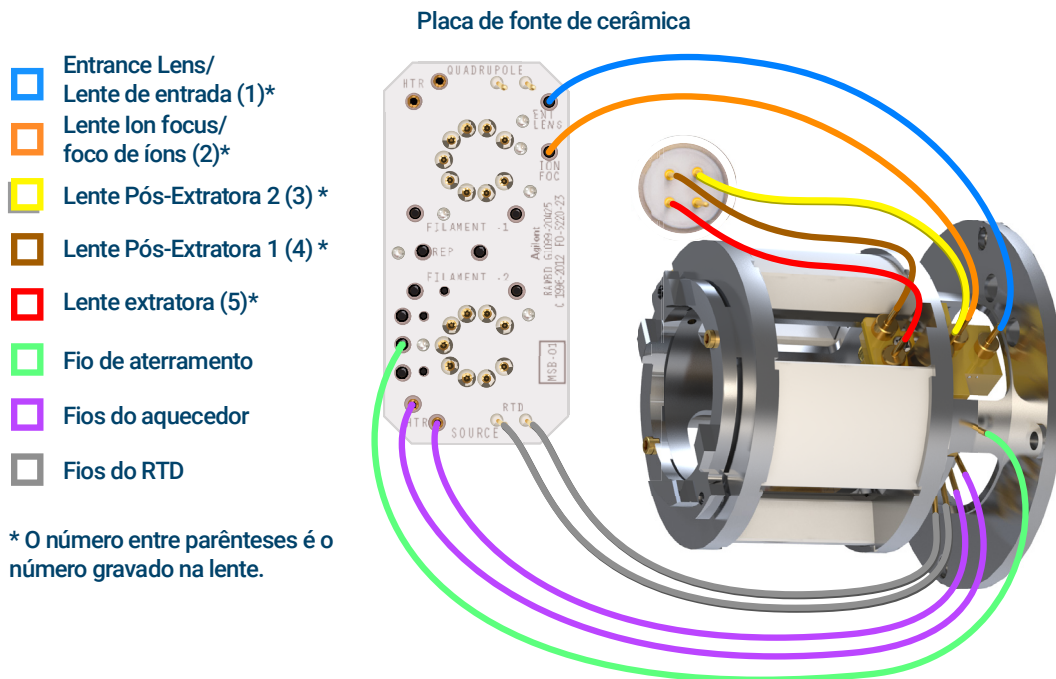

Figura 71 Fiação entre a placa da fonte de cerâmica/conector de passagem e o radiador da fonte EI de alta eficiência (HES)
- 1 Use pinças ou alicates de ponta agulha para conectar/desconectar o fio aterrado na cor verde e os cinco fios da lente do radiador. Não dobre os fios além do necessário. (Consulte **Figura 71.**)